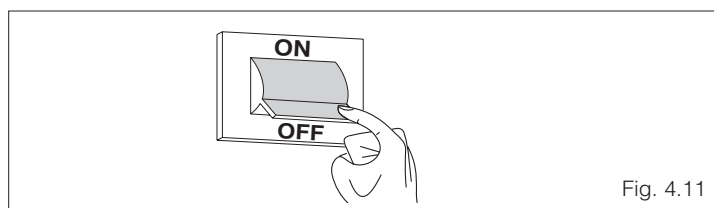

Fig. 4.11
- verificar que la caldera Novella se pare del todo al situar el interruptor general de la instalación en "apagado" (fig. 4.11)